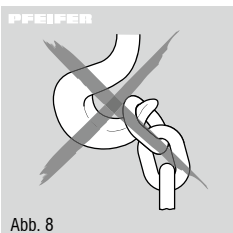

Abb. 8
- Hakenspitze nicht belasten (Abb. 8).
Durch Ziehen an der Handkette im Uhrzeigersinn wird die Last angehoben. Die Last stets in der Hakenmitte einhängen. Hakenspitze nicht belasten (Abb. 8).